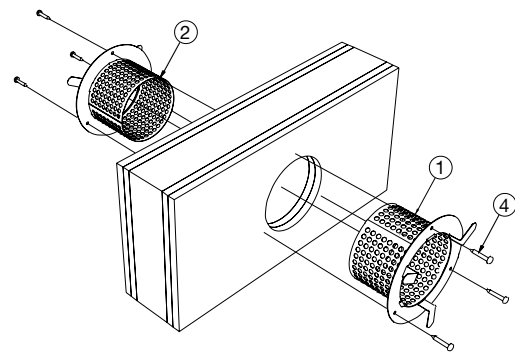

Fig 1 Montageriktning
Ytterrör (1) monteras i vägg och fästs med tre skruvar (4), (se fig. 1).